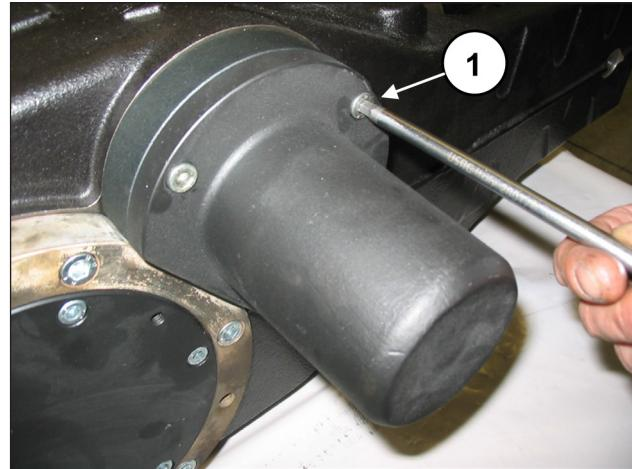

Abb. 8
Lösen Sie die Befestigungsschrauben des Wellenenddeckels (Pos. ①, Abb. 8) und ziehen Sie den Deckel von der Zapfwelle ab.